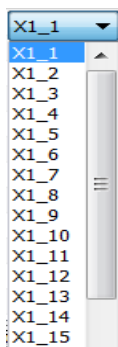

Рисунок 5.5
- нажатие на ячейку **X1\_1** позволяет выбрать в ниспадающем меню **X1\_1** необходимую цепь (Рисунок 5.5);